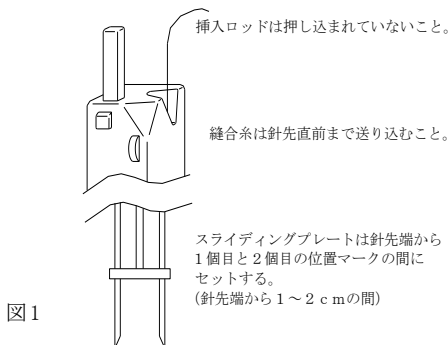

図1
- ①患者を左側臥位とし、術者の一人が内視鏡を胃内に挿入し、胃に病変がないことを確認後、患者を仰臥位とし、胃内に空気を充満させて胃前壁を腹壁に密着させる。
- ②もう一人の術者は、左上腹部（左肋骨弓と臍部の中間点付近）を打診及び内視鏡の透過光を腹壁に確認することにより、胃の位置を確認する。腹壁のこの部位を指で押すと、内視鏡下での観察で胃前壁が押されて盛り上がってくるのが見える。この最も確実に挿入しやすい場所（原則として胃体部）を確認し、この部分の皮膚にマーキングを行う。更にその部分の前後に胃壁固定具穿刺部位を決め、マーキングを行う。
- ③消毒用カップに消毒液を入れ、消毒用スポンジを用いてこの部分を中心に全腹壁を消毒した後、穿刺部位が穴明ラミオイフの穴の中心に位置するように穴明ラミオイフを掛ける。
- ④シリンジに注射針 18G（ピンク）を装着し、麻酔薬を吸引する。次にディスプレイ針 23G（青）の針に付け替えて胃瘻造設部及び胃壁固定具穿刺部にそれぞれ局所麻酔を行う。その後、陰圧をかけながら注射筒を垂直に胃内に穿刺し、針先端が胃内に到達すると同時に、注射筒への気泡の逆流が確認される。この時、皮膚から胃内までの厚さをディスプレイ針の目盛りで確認する。
- ⑤ナイロン縫合糸 2-0 を胃壁固定具IIにセットする。縫合糸は縫合糸挿入口からローラー部まで挿入し、その後はローラーにより、針先端直前まで送り込む。ループが針内に収納されていることを確認（ループが形成されている場合は解除ボタンを押し、ループを針内に収納する）する（図1）。
- ③スライディングプレートは適切な位置にセットすること。【**【使用方法等】**の項における図 1 参照のこと）。